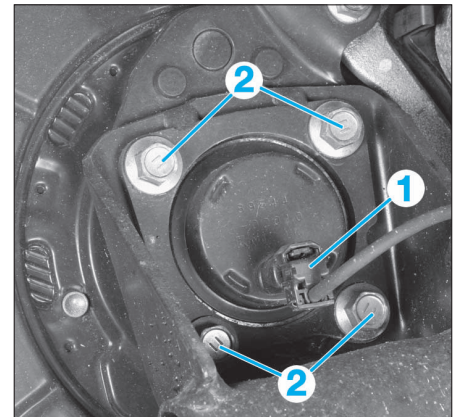

FIG. 24
- les capteurs de vitesses et les dégrafer de l'essieu arrière (fig. 24).
- Débrancher le capteur ABS (1) (fig. 24).